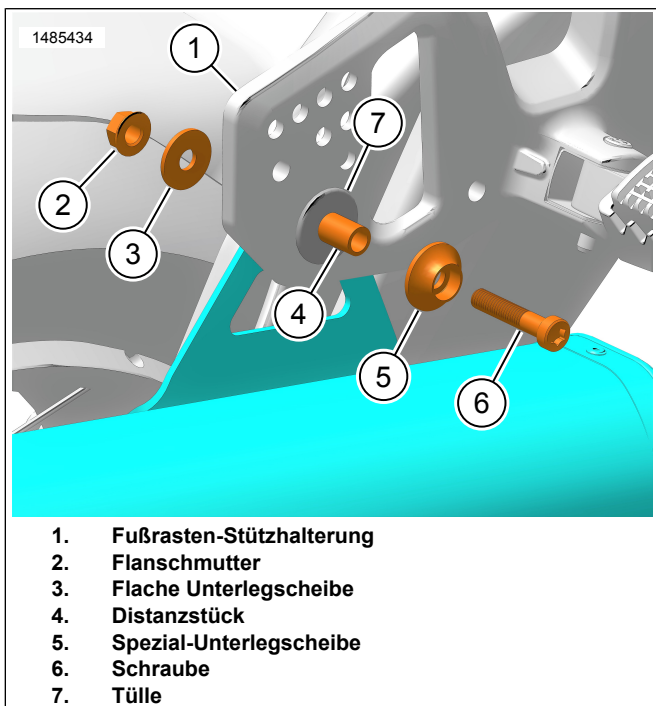

Abbildung 5. Schalldämpfer-Befestigungselemente
- a. Den Befestigungsbügel (2) auf die Bohrung ausrichten.
5. Abbildung 5 Die Schalldämpferhalterung hinter der Halterung (1) der Soziusfußraste positionieren.
- a. Die Komponenten ausrichten und das Distanzstück (4) anbringen.
- a. An der Schraube (6) ein Gewindegewandvermittel verwenden.
10. Abbildung 5 Die Schraube (6) festziehen.